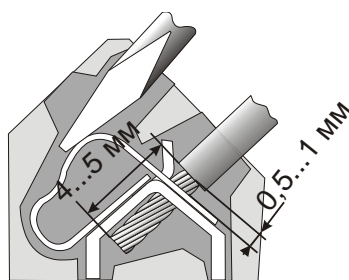

рис. 6.2
- проложить кабели через кабельные вводы, снять изоляцию с проводов, предназначенных для подключения в соответствии с рис. 6.2.
- подобрать соответствующий провод и вставить его зачищенный конец в раскрытое нижнее отверстие в соответствии с рис. 6.2 ;